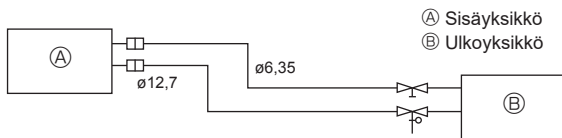

Fig. 5-2
(1) Alla olevasta taulukosta näkyvät kaupallisesti saatavana olevien putkien tekniset tiedot. (Fig. 5-2)